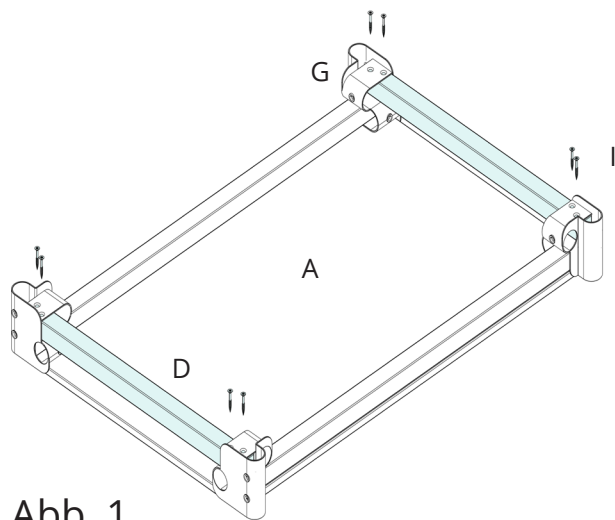

Abb. 1
- Verbindungselemente wie in Abb. 1 positionieren und Vierkanthölzer in die Verbindungselemente stecken.